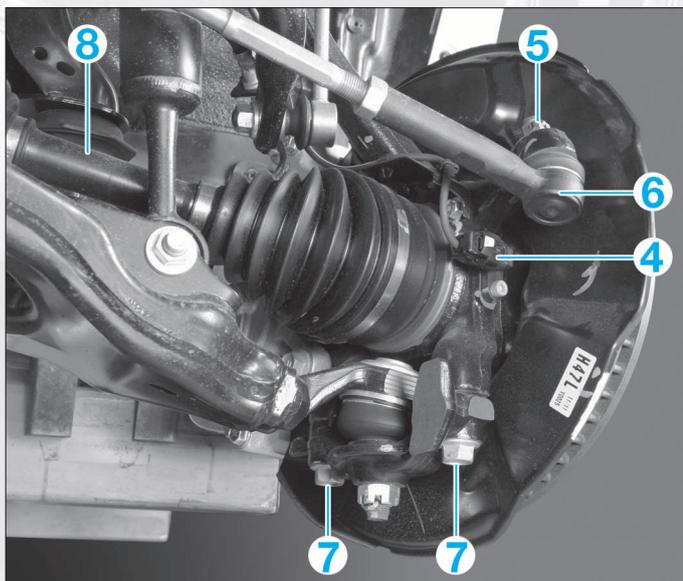

FIG. 4
- le capuchon de réglage (3).
- le capteur de vitesse (4) et dégager son faisceau (fig. 4).
- l'écrou (5) de la rotule de direction (6) et désaccoupler la rotule du pivot à l'aide d'un arrache-rotule approprié.
- les écrous (7) afin de désolidariser le bras inférieur de suspension du pivot.